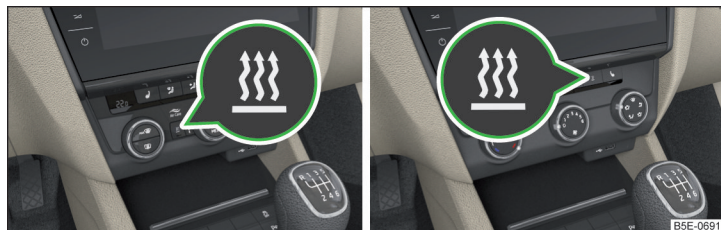

Fig. 155 Tecla para la conexión/desconexión (Climatronic / aire acondicionado manual)
- ▶ Con la tecla **!** en la unidad de mando del aire acondicionado» fig. 155.
Estando el encendido automático activado y después de desconectar el encendido, el testigo de control ilumina por 10 segundos en la tecla **!** » fig. 155.